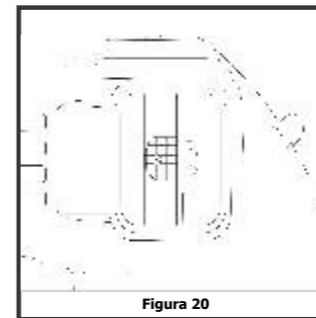

Figura 20
- a) Remueva el tornillo fijador del filtro (Figura 20) con el destornillador de pala (incluido en el kit);